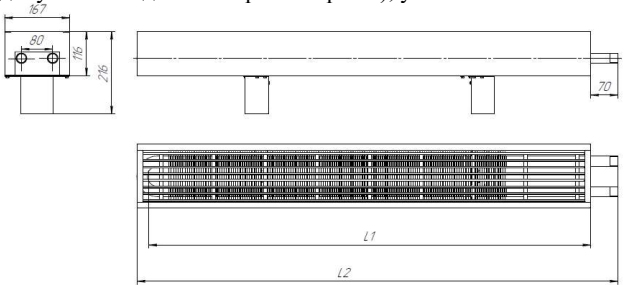

Рис. 1 – Конвектор TEPLA Neo Expro 116(B)x167(Г); БП
- 1.3. Конвекторы выпускаются в концевом или проходном исполнении, с патрубками для подвода теплоносителя, расположенными с правой или левой стороны прибора, концы присоединительных патрубков гладкие (под сварку) или с раструбами с резьбой наружной G 3/4" (НР ¾) или с резьбой внутренней G 1/2" (ВР ½), габаритные и присоединительные размеры указаны в рис. 1.